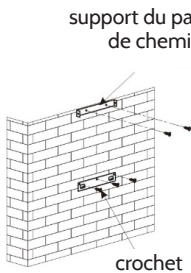
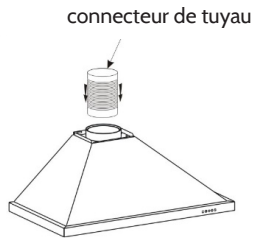

figure 2
figure 3
3. Une fois le support d'ancrage fixé, fixez le support interne du parement de cheminée en suivant la même procédure (voir la figure 2). Veuillez être attentif à respecter la distance correcte (vérifiez les mesures), car le parement de la cheminée sera fixé plus tard sur ce support. Fixez le support externe du parement de cheminée à l'extérieur du parement et vérifiez que le parement interne de la cheminée puisse se déplacer librement sur toute la hauteur. Ensuite, installez les branchements de tuyaux et le parement de cheminée sur la hotte. Voir pour cela la figure 3.